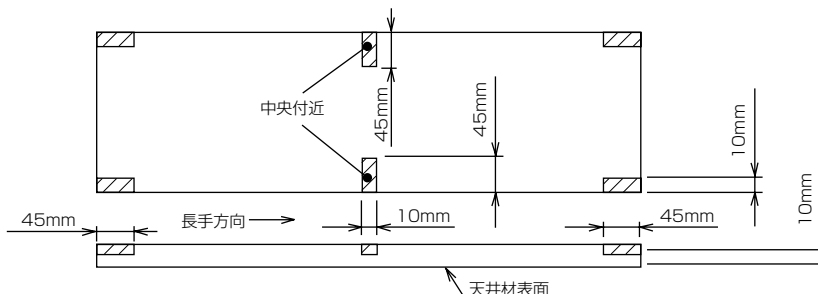

図17
- 建材の組込可能厚さは最小6mmから最大20mmまで使用できますが、厚さの薄い物については、軽量のため、10mm以下の物は4.5kg以上の天井材をご使用ください。また、厚さが10mmを超えるとサービスパネル枠固定ネジおよび補強固定ネジに天井材が当たりますので天井材を下図のように▨部をドライバー等で、削ってください。(図17)